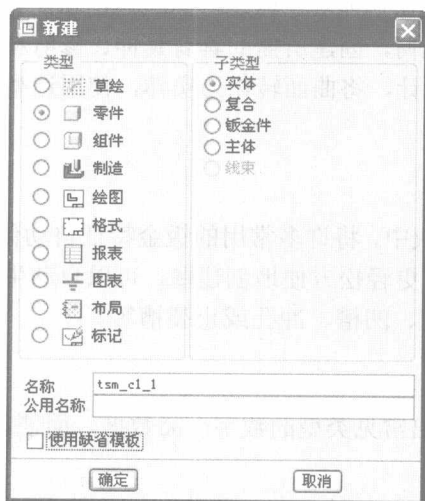
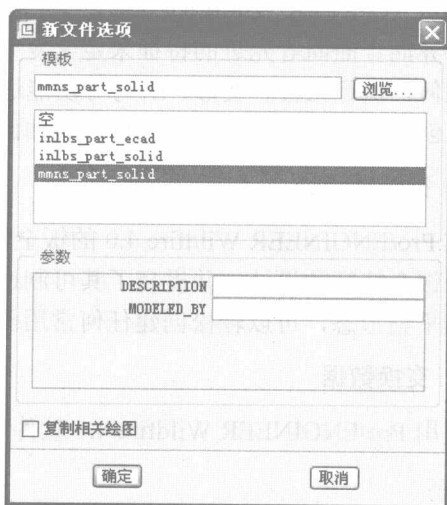

图 1-3 “新建”对话框
图 1-4 “新文件选项”对话框
(1) 在工具栏中单击  (创建新对象) 按钮，或者从菜单栏中选择“文件”→“新建”命令，打开“新建”对话框。
(2) 在“类型”选项组中选择“零件”单选按钮，在“子类型”选项组中选择“实体”单选按钮。
(3) 在“名称”文本框中输入“tsm_cl_1”，然后单击“使用缺省模板”复选框以取消其勾选，此时，“新建”对话框如图 1-3 所示。
(4) 在“新建”对话框中单击“确定”按钮，打开“新文件选项”对话框。
(5) 在“模板”选项组中选择 mmns_part_solid，如图 1-4 所示，然后单击“确定”按钮，进入零件设计模式。